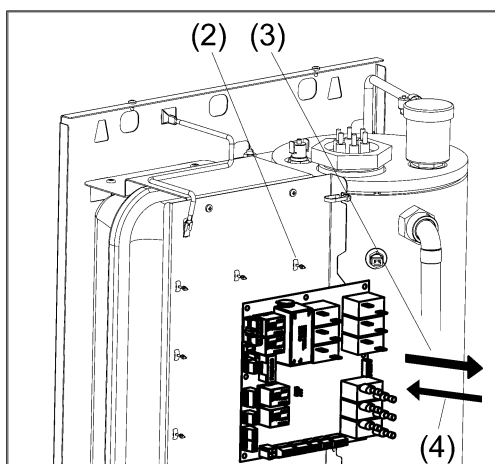

Рисунок 17. Замена платы контроллера
- (1) Отсоедините все провода от платы контроллера (см. рис. 17).
- (2) Отсоедините плату контроллера от панели силовой (аккуратно нажмите на пластиковые держатели крепления платы).
- (3) Извлеките плату контроллера.
- (4) Установите новую плату контроллера взамен прежней на пластиковые держатели.
- (5) Подсоедините все необходимые провода к новой плате контроллера.
- (6) Проверьте работоспособность новой платы – протестируйте прибор на разных режимах работы.